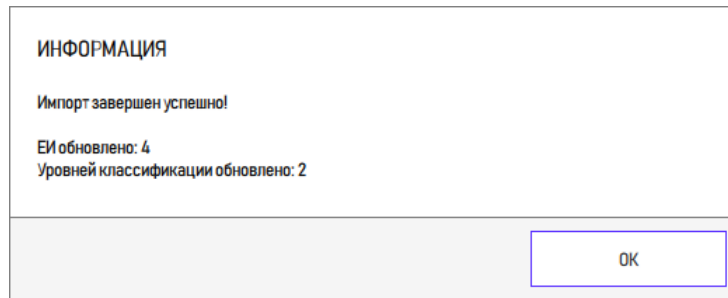

Рисунок 39 – Сообщение о завершении импорта
3) По завершении импорта выводится информационное сообщение (рисунок 39).